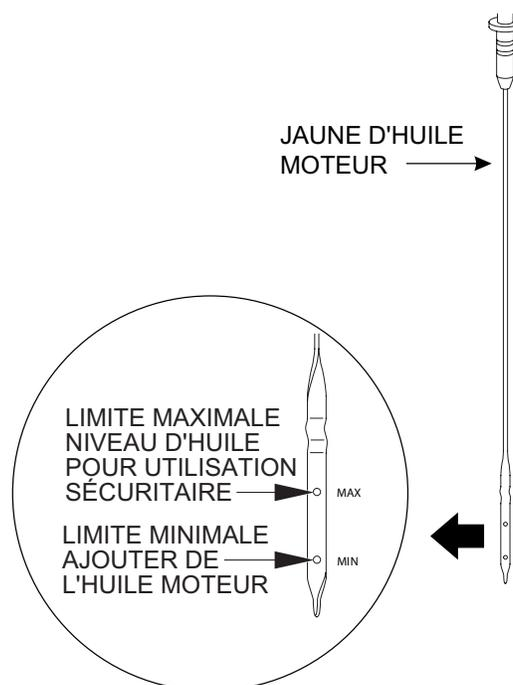

Figure 36. Vérifier le niveau d'huile du moteur
- Changer l'huile à moteur avec le type d'huile recommandé dans le Tableau 6. Pour la contenance d'huile du moteur, voir le Tableau 2 (caractéristiques du moteur). Remplir jusqu'à la limite supérieure, comme cela est illustré dans la Figure 36.